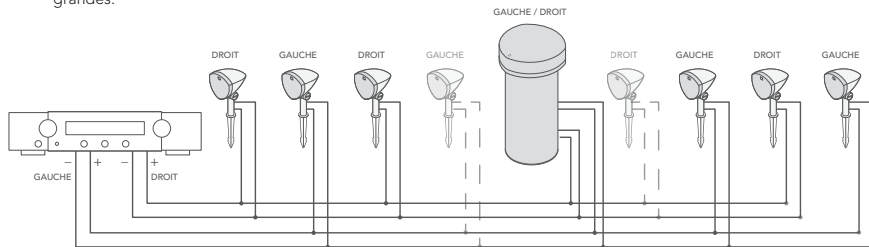

Figure 3
5. Faites passer le câble de l'enceinte dans la tranchée comme décrit dans les instructions de câblage à la section 6 « Installation des enceintes satellites » à la page suivante. Nous recommandons de laisser 380 à 400 mm (14 à 16 po) de câble supplémentaire afin que le câble ne se plie pas et ne se tresse pas lorsqu'il est recouvert de terre dans la tranchée. La figure 3 représente le câblage d'un système complet à l'aide d'un amplificateur stéréo. Notez qu'une paire supplémentaire de satellites peut être achetée et installée pour des applications légèrement plus grandes.
1. Une fois toutes les satellites et le subwoofer correctement connectés, assurez-vous que l'amplificateur/le récepteur est hors tension. Connectez les fils gauche/droite de l'enceinte aux bornes positive (+) et négative (-) correspondantes de l'amplificateur/récepteur (voir le schéma de câblage de l'amplificateur à la Figure 3).